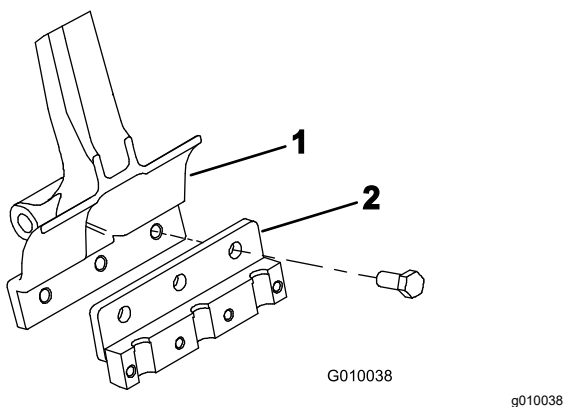

图 24
3. 用 3 个螺栓 $\frac{1}{2} \times 1\frac{1}{4}$ 英寸将打孔针夹头固定到各个打孔针臂图 24。上紧螺栓扭矩至 101.6N·m。